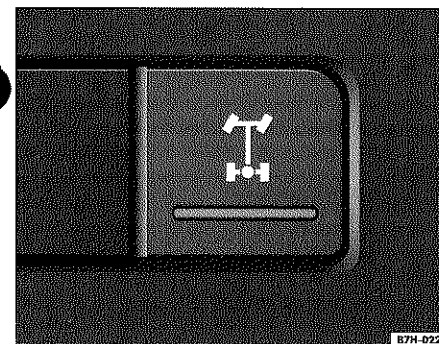

Fig. 1 Pulsador para activar y desactivar el bloqueo del diferencial del eje trasero en el tablero de instrumentos
– Pulse el conmutador ⇒ fig. 1 situado en el tablero de instrumentos²⁾ para activar o desactivar el bloqueo del diferencial del eje trasero ⇒ ⚠.